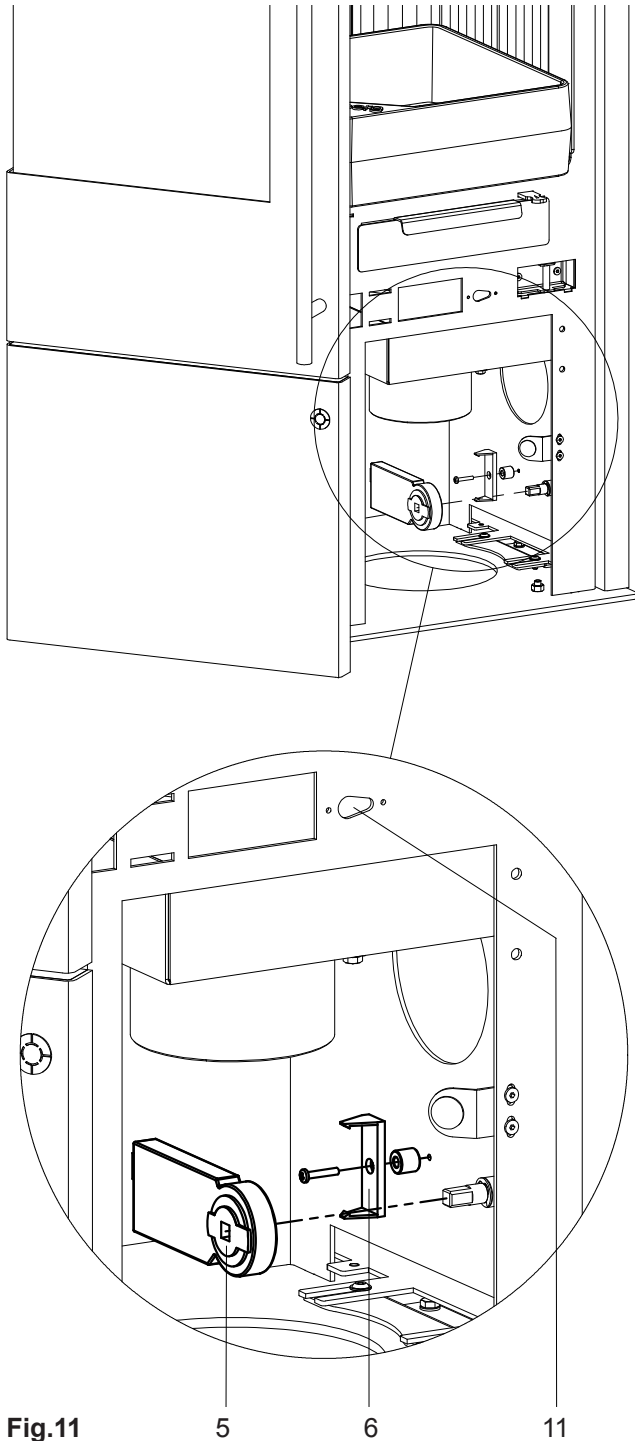

Fig.11
- Klembeugel van kunststof (6) met afstandhuls in het vak voor de houtvoorraad vastschroeven. Servomotor (5) op de rotatieas van de luchtschuifhevel schuiven en in de klembeugel van kunststof vastklikken (Fig.11).
- De deurcontactschakelaar (positie bevestiging zie Fig.11) zoals beschreven in het hoofdstuk “Algemene montageschappen”, stappen 2+3, monteren.